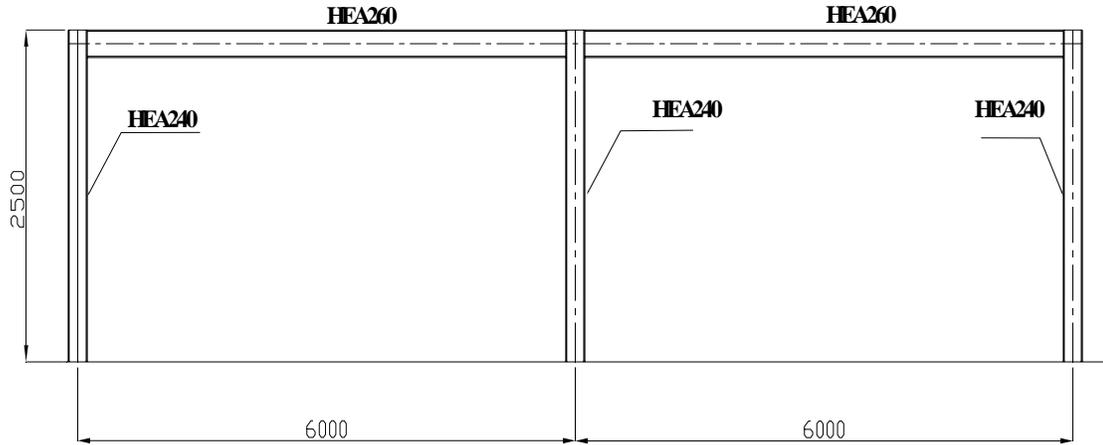

fig.1
1. Dessiner sur format A0, en encre de chine, en trois vues à échelle 1/50 le plancher **fig.1**.